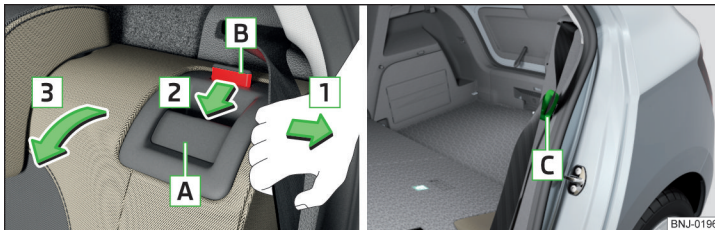

Abb. 56 Sitzlehne vorklappen / Bereitschaftsstellung des Sicherheitsgurts
- Den äußeren Sicherheitsgurt zur Seitenverkleidung in Pfeilrichtung **1** ziehen » Abb. 56.
Die Schlosszunge des äußeren Sicherheitsgurts **C** kann in die Seitenverkleidung eingesteckt werden - Bereitschaftsstellung » Abb. 56.